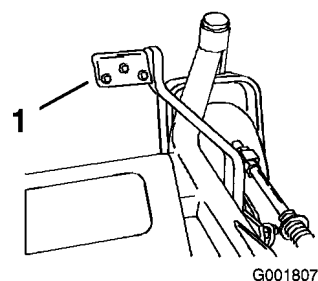

Figura 20
2. Presione la palanca de elevación asistida mientras tira hacia arriba de la palanca de ajuste de la altura de corte (Figura 20).